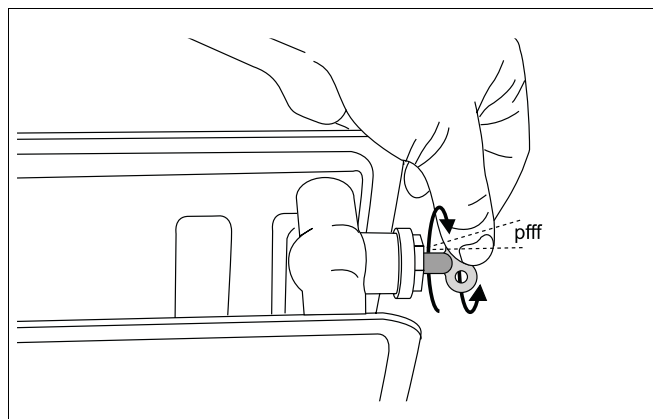

Fig. 69 Udluftning af varmeanlægget
- Udluft varmeanlægget via dets udluftningsventiler på radiatorerne. Begynd i bygningens nederste etage, og fortsæt derefter op etage for etage (fig. 69).